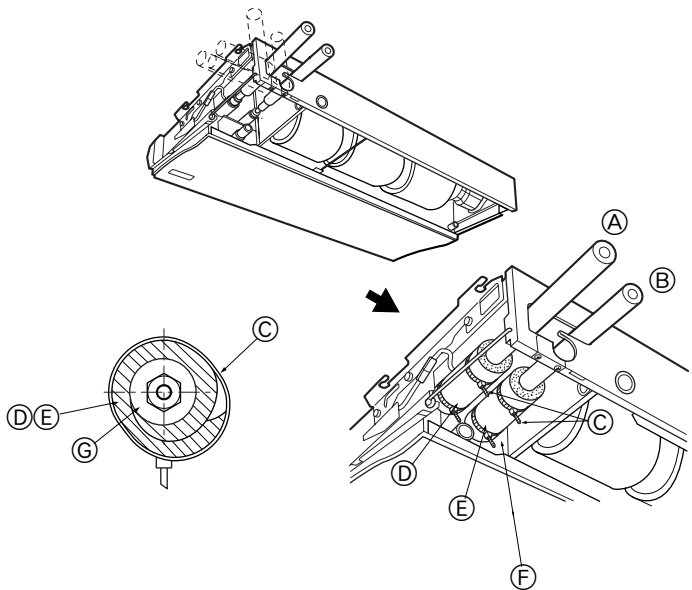

Fig. 4-2
- ② Aplique aceite refrigerante para máquinas en toda la superficie abocinada.
4.2. Unidad interior (Fig. 4-2)